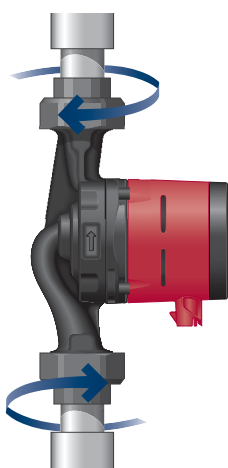

Abb. 3 Einbau der GRUNDFOS ALPHA2
Siehe Abb. 3, Pos. A.
1. Siehe Abb. 3, Pos. B.
2. Siehe Abb. 3, Pos. C.